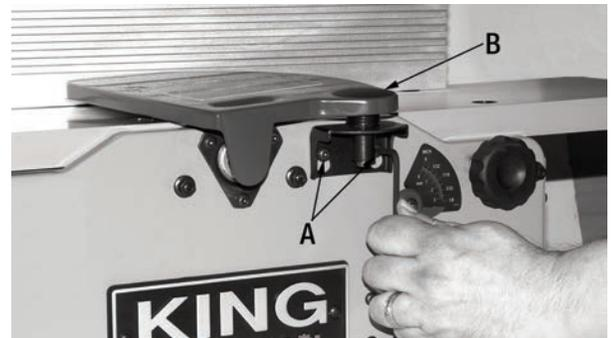

FIGURE 14
- 1) Pour un accès non-obstrué à la tête de coupe, à l'aide de la clé hexagonale fournie dévissez les quatre vis allen à tête ronde (A) Fig.14 qui fixent le protège-tête de coupe (B), retirez-le et mettez-le de coté.